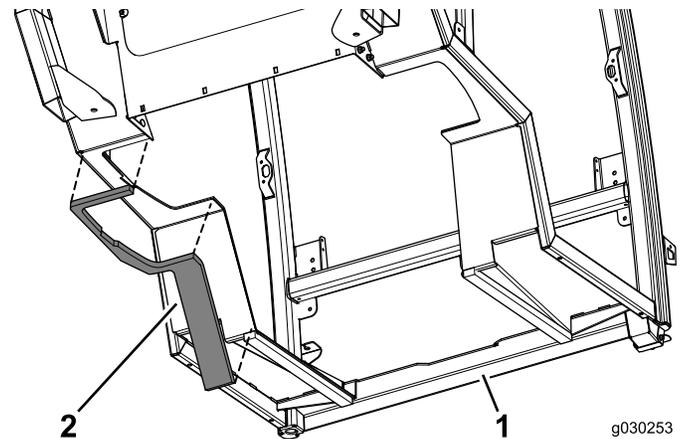

Bild 12
3. Bringen Sie die linke Dichtung an der linken Seite der Kabine an (Bild 12).